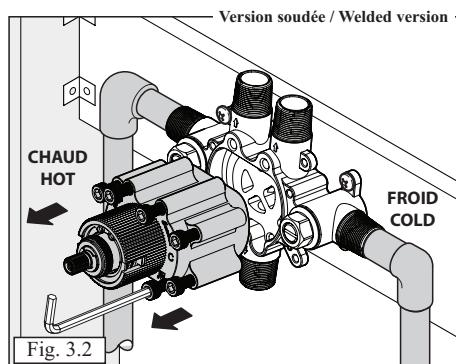

Fig. 3.2
- **VERSION SOUDÉE** : *Important* : Enlever la cartouche avant de souder (fig. 3.2). Note : Allez à la page 16 pour les étapes à suivre lors d'un changement de cartouche.
- **WELDED VERSION** : *Important* : Remove the cartridge before welding (fig. 3.2). Note : Refer to page 16 to see steps to follow to replace the cartridge.